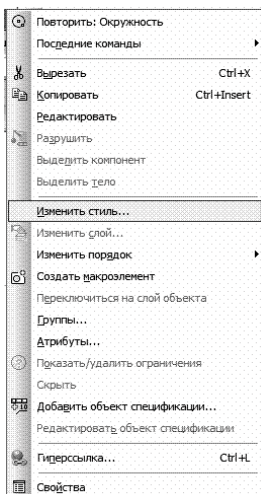

Рис. 60
2. Вызвать команду из контекстного меню *Изменить стиль...* (рис. 60).